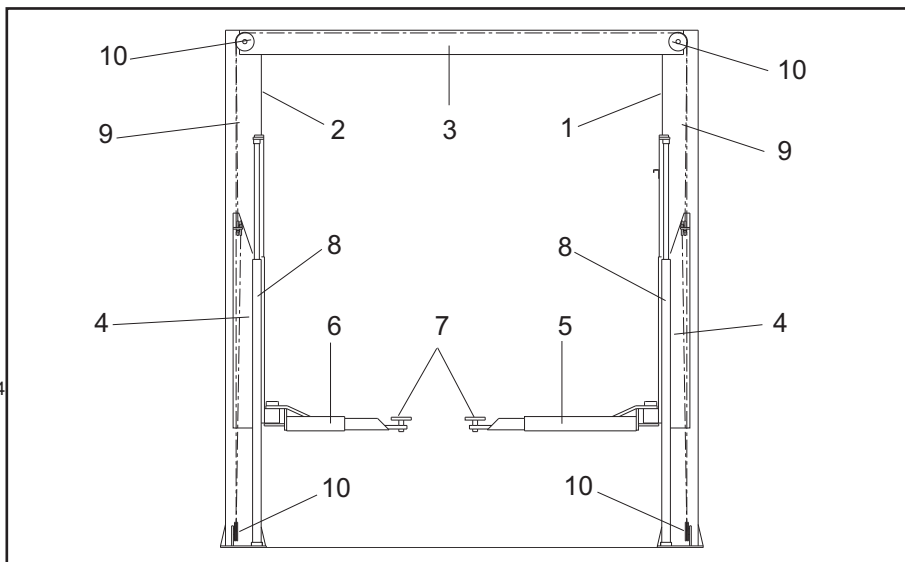

Fig.4
GRUPPO STRUTTURA FISSA (Vedere Fig.4)
FIXED STRUCTURE (Fig.4)
GRUPPI MOBILI (Vedere Fig.4)
GRUPPO SOLLEVAMENTO (Vedere Fig.4)
- Un dispositivo di sincronismo per la corsa dei carrelli costituito da un sistema di 2 funi (rif.9 Fig.4) e 6 carrucole di rinvio (rif.10 Fig.4).
MOVING UNITS (see fig.4)
LIFT UNIT(see fig.4)
- A synchronous device to control the carriages movement. The system consists of 2 cables (ref. 9, fig.4) and 4 return pulleys (ref.10, fig.4)